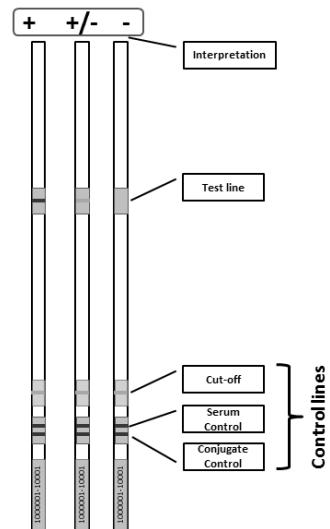
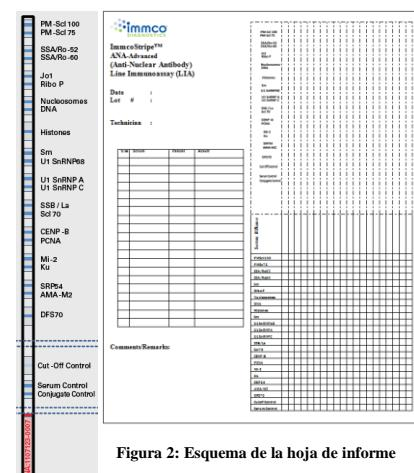

Figura 1: Esquema de tiras LIA de reacción con una línea de prueba.
Figura 2: Esquema de la hoja de informe
- Las líneas de prueba están colocadas por encima de las líneas de control de corte, suero y conjugado como se describe en el esquema (Figura 1). Las líneas de control de suero y conjugado aparecen en la misma sección de nitrocelulosa en la parte inferior de la tira.
- Como aparece en la etiqueta de la Figura 1, las líneas de control de suero y conjugado deben ser claramente positivas indicando que el experimento tuvo éxito. El corte es una línea débil con variación en intensidad basado en las condiciones experimentales. El esquema de la Figura 1 muestra un ejemplo de línea de prueba. En el LIA para ANA avanzados (Figura 2) hay 22 líneas de prueba y 3 líneas de control. El desarrollo de la línea de prueba depende de la muestra. Las reacciones positivas pueden presentar intensidades variables de débil a fuerte. **Las reacciones débiles deben compararse con la intensidad de la línea de corte que se facilita en la tira.** Las reacciones que son claramente
El LIA para ANA avanzados es capaz de detectar autoanticuerpos contra los siguientes antígenos: PM-Scl100, PM-Scl75, Ro-52, Ro-60, Jo-1, Ribo-P, nucleosomas, ADN, histonas, Sm, U1RNP68, U1RNP A, U1RNP C, SS-B/La, Scl-70, Cenp-B, PCNA, Mi-2, Ku, SRP-54 y AMA-M2 y DFS70 (LEDGF). Consulte la Figura 2 para obtener antígenos individuales y puestos de línea de control.